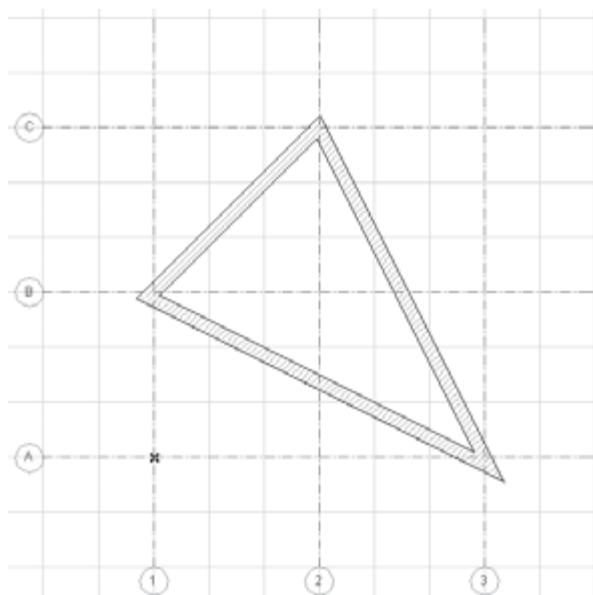

Рис. 7.5. Построение стен
6. Постройте замкнутый контур стен в виде треугольника (рис. 7.5).